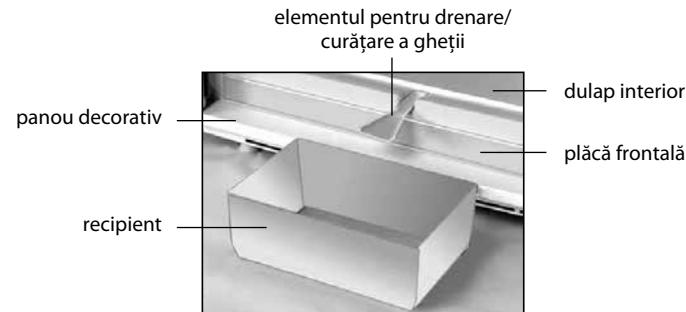

Figura 5 – Recoltarea apei provenite
- să îndepărtați apa rezultată în urma topirii, instalând în conformitate cu figura 5 elementul de masă plastică pentru drenare / pentru curățare a gheții și orice vas recipient cu volumul nu mai puțin de 2 l;
SE INTERZICE să decongeleți congelatorul fără utilizarea elementului pentru drenare instalat în conformitate cu figura 5. Apa rezultată în urma topirii care se scurge din cameră afară de elementul pentru drenare,
pătrunzând în locul de alăturare a plăcii frontale la dulapul interior în conformitate cu figura 5, poate provoca coroziunea dulapului exterior al congelatorului și a elementelor agregatului frigorific, defectarea izolației termice, formarea crăpăturilor dulapului interior și defectarea dulapului congelatorului.